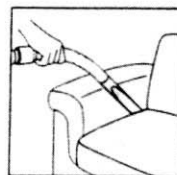

Рис.3
- Щелевая насадка используется для чистки узких и труднодоступных мест: щелей, пространств между диванными подушками, радиаторов центрального отопления, плинтусов и пр. (Рис.3).